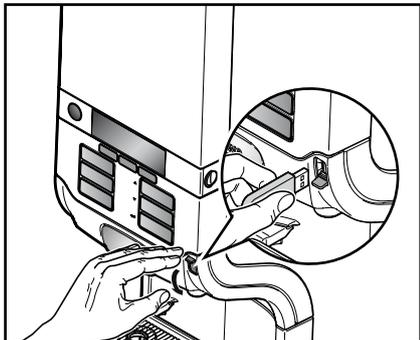

Fig. 51
- Insira a chave USB fornecida em conjunto na porta USB da máquina. (Fig. 51)